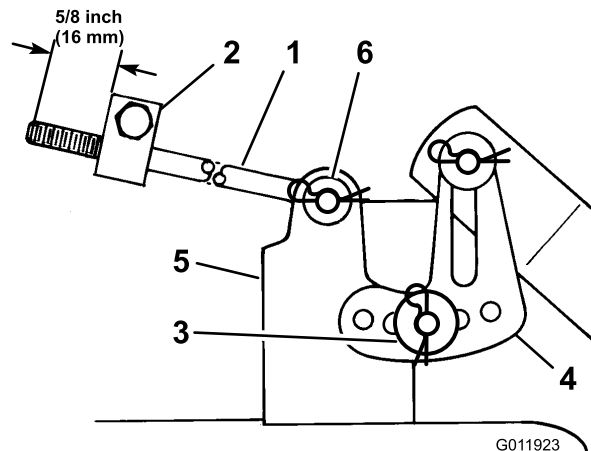

Figura 14
- Mida la longitud de la varilla que se extiende por delante del bloque de ajuste en cada lado del chasis (Figura 14).
Nota: Si la longitud de la varilla no es de 16 mm, retire el pasador y la arandela del extremo de la varilla (Figura 14), y gire la varilla hasta obtener la dimensión de 16 mm.